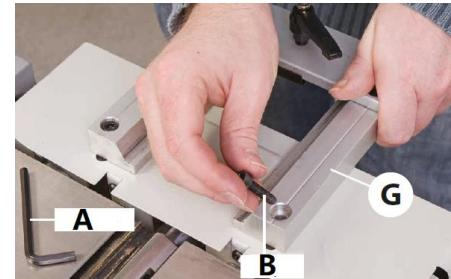
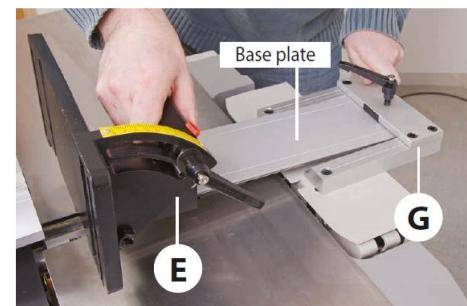

Fig. 3
Fig. 4
Alignez les trous pré-percés du support de montage (G) avec les trous filetés du milieu de la table sur l'arrière de la machine, puis fixez avec les deux vis TC (B, Fig. 3) à l'aide d'une clé hexagonale (A, Fig. 3).
Desserrez la poignée de serrage du support de montage (Fig. 3), insérez suffisamment la plaque de base du système d'inclinaison (E) à travers le support de montage (G) pour l'étape suivante. Serrez la poignée de serrage, voir Fig. 4